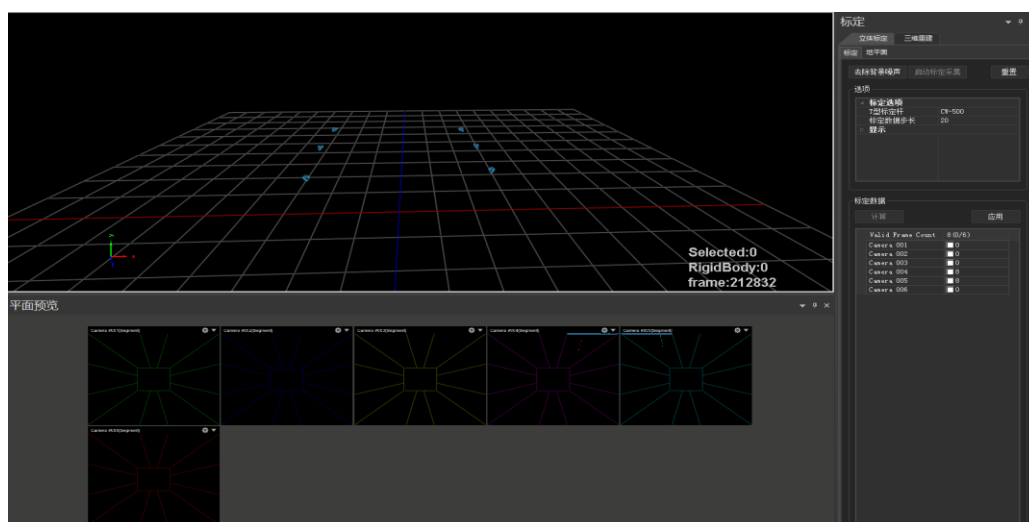

图 1.1.6 标定过程界面
(7) 在标定框中的立体标定一>标定下点击启动标定采集，出现下图 1.1.6 所示的界面。在平面预览中，每个相机窗口出现如同蜘蛛网的图片，右边的标定数据框显示每个相机的标定帧数。此时，代表标定开始。